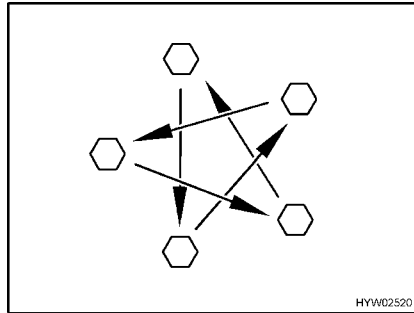

Bild 226 Radmuttern oder Radschrauben über Kreuz anziehen
- Radmuttern oder Radschrauben regelmäßig auf festen Sitz prüfen. Radmuttern oder Radschrauben eines ausgewechselten Rades nach 50 km nachziehen (Bild 226). Anziehdrehmoment siehe Abschnitt 14.5.2.
- Wenn neue oder neu lackierte Felgen verwendet werden, die Radmuttern oder Radschrauben zusätzlich nach ca. 1000 bis 5000 km nachziehen (Bild 226).
- ▷ Radmuttern oder Radschrauben über Kreuz anziehen (Bild 226).